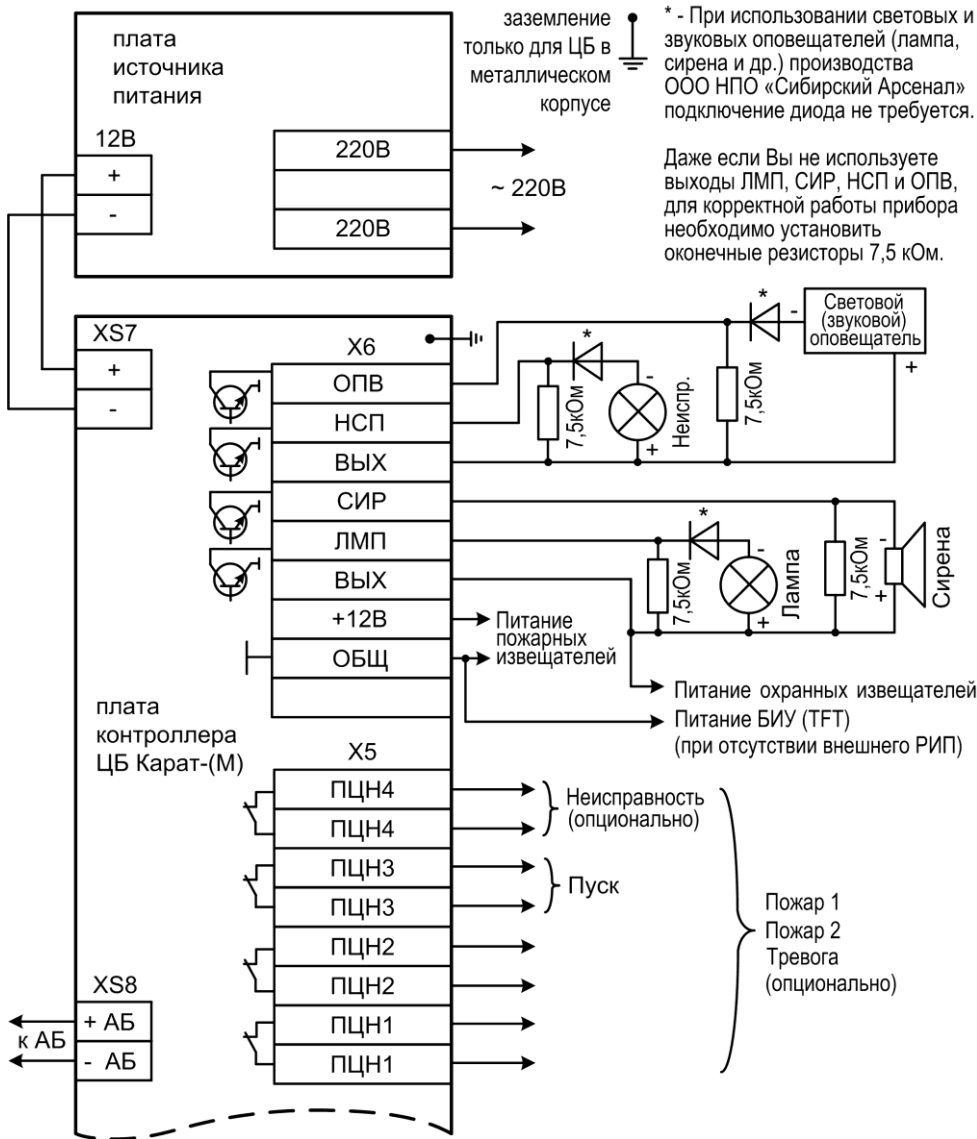

Рис. 11 Схема внешних соединений ЦБ (часть 1)
2. Подключите к ЦБ охранные и пожарные извещатели, оповещатели, линии реле ПЦН – см. рис.11, 12.
5. Подключите сеть 220 В к плате источника питания ЦБ (рис.11).